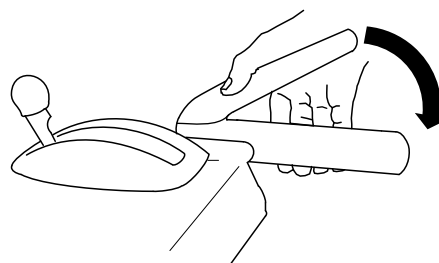

Figura 26
1. Pentru a cupla unitatea de angrenaj melcat/rotor, apăsați maneta din dreapta (angrenaj melcat/rotor) către mâner (Figura 26).